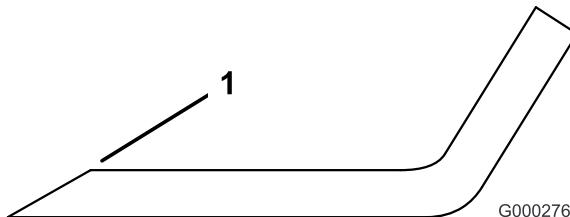

**Figura 85**
- Verificate accuratamente i taglienti, con particolare attenzione ai punti d'incontro delle sezioni piatta e curva della lama (Figura 85).
**Nota:** Sabbia e materiali abrasivi possono consumare il metallo che connette le sezioni piatta e curva della lama, per cui si consiglia di controllare la lama prima di usare il tosaerba. Se riscontrate segni di usura (Figura 85), sostituite la lama.